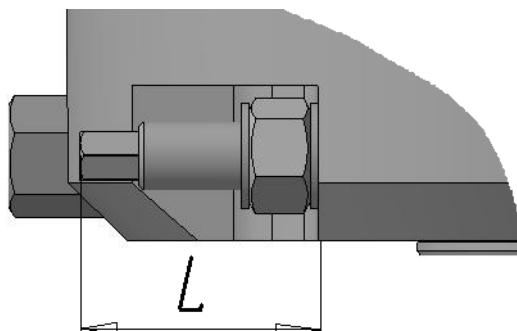

Рисунок 28 (заглушка снята)
- а) Выкрутить упоры на максимальное допустимое расстояние $L_{\text{макс}}$ в соответствии с таблицей 21а (рисунок 28)